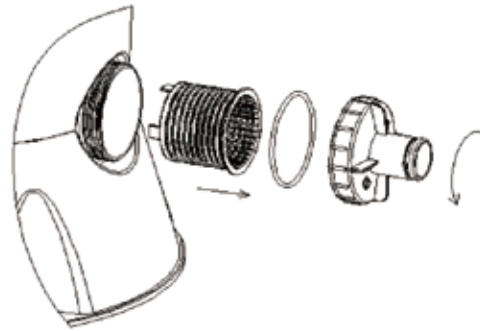

Abbildung 21
3. Den Verschluss des Filterbehälters (17), wie in Abbildung 21 dargestellt, gegen den Uhrzeigersinn abdrehen, das Filtersieb (15) und den Dichtungsring des Verschlusses (16) des Filterbehälters herausnehmen.
4. Verwenden Sie die Wasserleitung, die vollständig durchströmt, und bürsten Sie das Filtersieb (15) und den Dichtungsring der Filterbehälterschnalle (16), Sie können eine Plastikbürste verwenden, um die Fremdkörper auf dem Filtersieb (15) zu bürsten, wenn es notwendig ist. Bitte verwenden Sie keine Metallbürste.